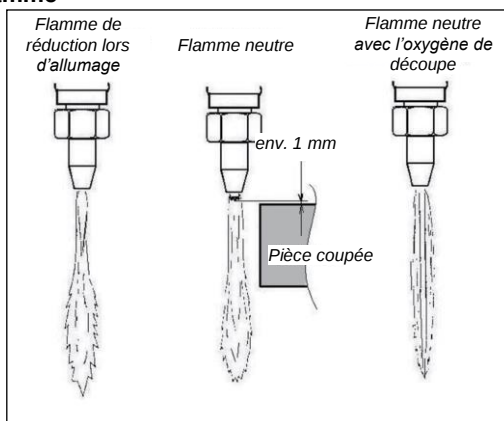

Fig.6: Réglage de flamme
4.2.3. ouvrez brièvement la vanne de l'oxygène de découpe pour voir l'ajustement correct de flamme neutre et fermez-le. (voir aussi Fig.6)